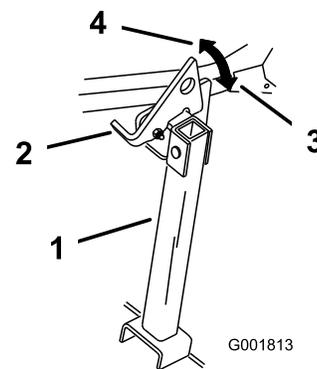

Bild 48
- Heben Sie den Riegel in die entscherte Stellung an (Bild 48).